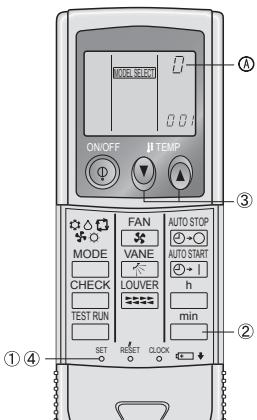

Fig. 6-7
6) การซื้อหมายเลขอาร์ช์ของรีโมทคอนโทรลแบบไร้สาย (Fig. 6-7)
- ① กดปุ่ม SET ด้วยวัสดุที่มีปลายแหลม